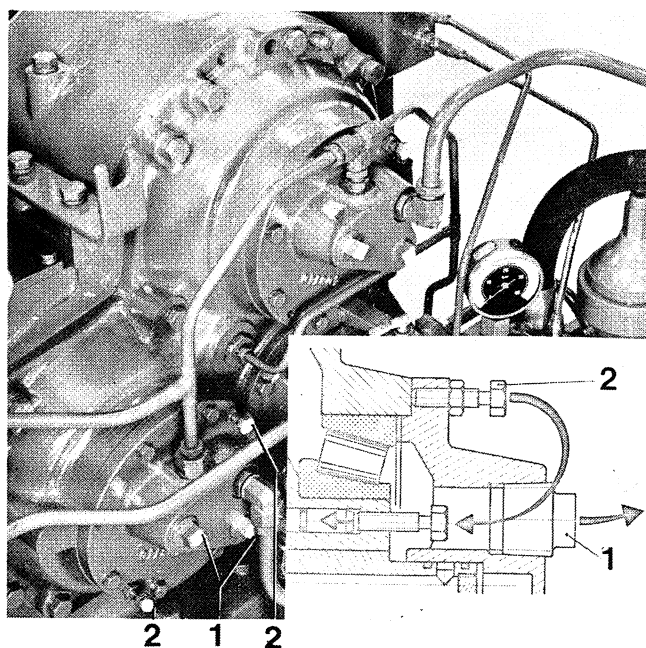

Fig. 45. Dispositif mécanique de sécurité (P à M)
2. Démonter les bouchons (1, fig. 45) de l'un des embrayages (celui qui est utilisé pour la marche avant). Les embrayages de marche avant sont indiqués par une plaque sur laquelle se trouve un bateau avec une flèche.
3. Enlever deux vis (2) qui sont vissées près de l'embrayage et enlever les écrous.